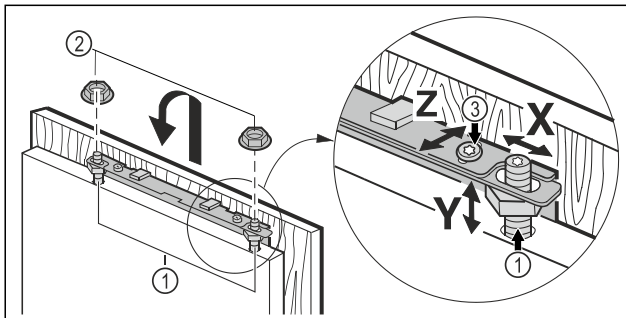

Fig. 21
- ▶ Навесьте мебельную дверь на регулировочные болты Fig. 21 (1) и накрутите контргайки Fig. 21 (2) на регулировочные болты, не затягивая.
- ▶ Выравнивание мебельной двери по высоте Y и боковому наклону: с помощью отвертки установите положение регулировочными болтами Fig. 21 (1).
- ▶ Затяните контргайки Fig. 21 (3).